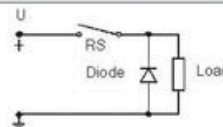
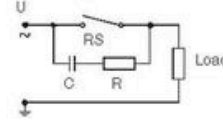

Fig. 1
Fig. 2
Bei Gleichstrom (DC) ist der Kontaktschutz verhältnismäßig einfach. Man schaltet eine Freilaufdiode parallel zur Last. Die Polung muss so durchgeführt werden, dass die Diode bei der normal anliegenden Betriebsspannung sperrt und die immer beim Öffnen des Schalters entgegengesetzt auftretende Spannungsspitze kurzschließt (Bild 1). Beim Schalten von Wechselspannungen (AC) kann eine Diode nicht zur Anwendung kommen. Hier muss ein Lichtbogendämpfungsglied verwendet werden. Im allgemeinen ist dies ein RC-Glied, das parallel zum Schalter und damit in Reihe mit der Last geschaltet wird. Die Dimensionierung einer solchen Bogendämpfung kann nach dem abgebildeten Nomogramm erfolgen (Bild 2 + 3).